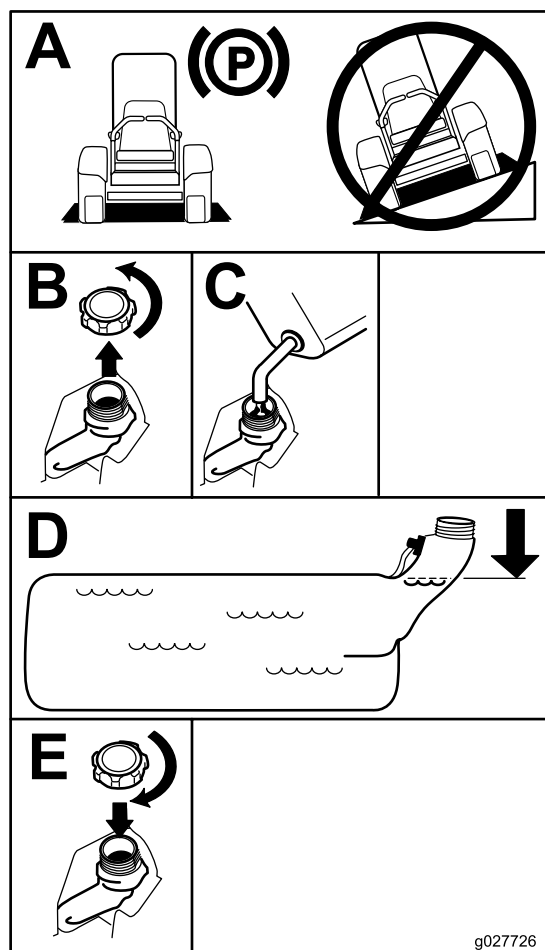

Figure 7
4. Remplissez le réservoir de carburant jusqu'à la base du goulot de remplissage. Laissez un espace vide au-dessus pour permettre à l'essence de se dilater (Figure 7).